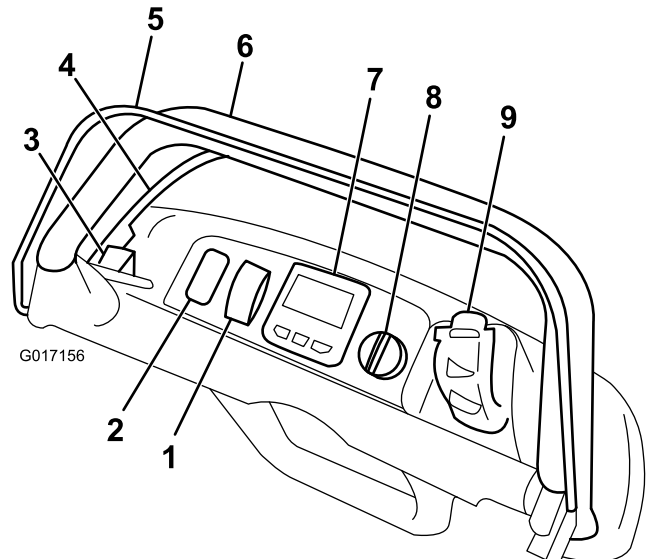

Figura 4
2. Ponga el freno de estacionamiento (Figura 4).